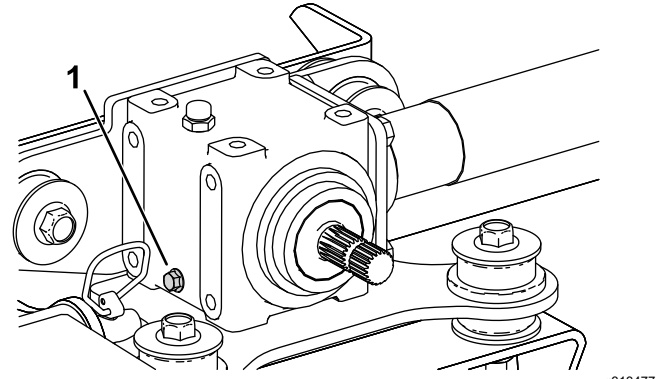

Figura 25
2. Aezai o tavă de golire sub bușonul de golire al cutiei de viteze (Figura 25).
3. Îndepărtați bușonul de golire de la partea inferioară, stânga, a cutiei de viteze și scurgeți uleiul (Figura 25).